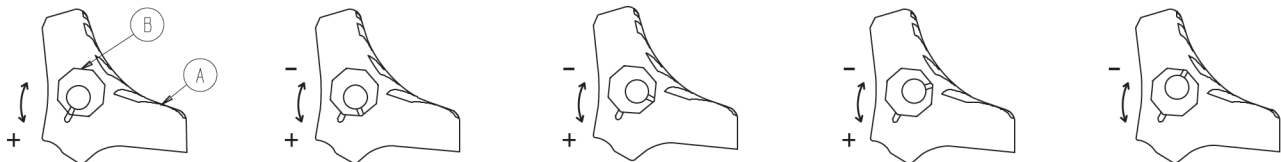

Figure 6 – Réglage de la force de verrouillage des roues
1. À l'aide d'une clé hexagonale de 5/32 po et d'une clé mixte de 7/16 po ou d'une douille, retirer la vis à tube du centre de la pédale de verrouillage. Conserver la vis. Le blocage de roue est initialement assemblé avec la pédale réglée sur la force de verrouillage minimale. Le repère sur la pédale (A) est aligné avec le repère sur la gaine octogonale (B) (Figure 6).
2. Retirer la gaine octogonale (B). Tourner la gaine octogonale dans le sens antihoraire pour augmenter la force de verrouillage de la pédale et dans le sens horaire pour la diminuer. Insérer la gaine octogonale dans la pédale.